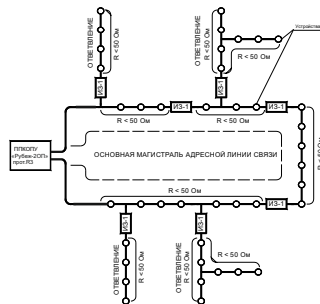

Рисунок 4
- разрывать кольцевую АЛС (рисунок 4) между двумя местами установки изоляторов шлейфа. Это локализует участок между изоляторами и оставляет работоспособными остальные участки АЛС.